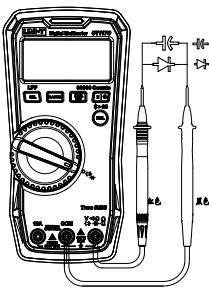

Figure 7
4. Mesure de tension AC/DC mV (Figure 7)
5. Mesure de la résistance (Figure 7)